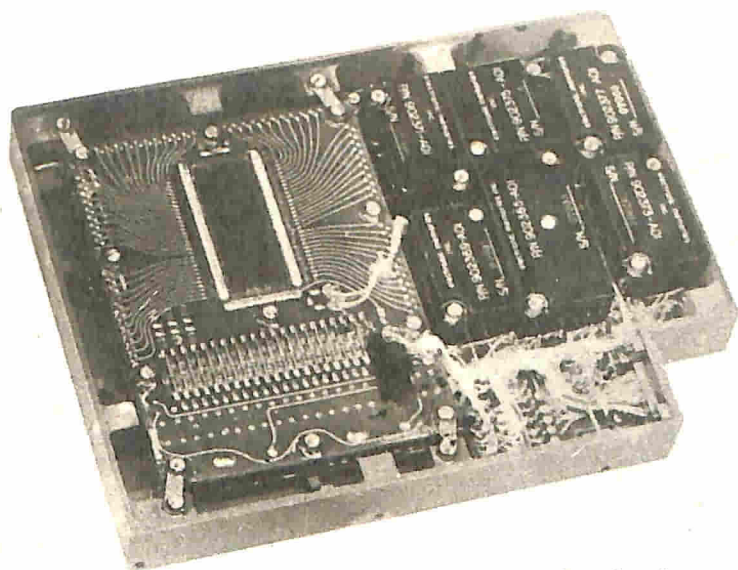

Fig. 3 - La piccola memoria sopra riprodotta contiene tutte le istruzioni necessarie per mettere in orbita verso la Luna e comandare un Lunar Orbiter.
Fig. 3 - Il pick-up deve essere montato su un magnete piccolo ma potente. La sonda si realizza con un pezzo di legno alle cui estremità è avvitato uno spezzone piatto di ferro o acciaio.
fig. 3, fissandola con una goccia di collante. Imbullonate quindi l'oliva ad un magnete (reperibile presso i più importanti negozi di ferramenta), facendo attenzione a non stringere troppo il dado.
Si può realizzare una sonda adatta per arrivare col pick-up anche in luoghi difficilmente accessibili, fissando un pezzetto piatto di acciaio o ferro all'estremità di un pezzo di legno da 60 x 2,5 x 2,5 cm (ved. *fig. 3*). Le dimensioni del metallo non sono importanti; esso però deve essere grande abbastanza da adattarsi al magnete. L'estremità del metallo deve essere tagliata a punta per otte-
- La piccola unità di memoria, illustrata nella *fig. 3*, costruita dalla Electronics Memories, è poco più grande di cinque pacchetti di sigarette e tuttavia contiene tutte le informazioni necessarie per mettere in orbita, intorno alla Luna, il Lunar Orbiter B, per puntare le camere televisive sulla superficie della Luna stessa e farle funzionare. Nel viaggio verso la Luna del Lunar Orbiter B, l'unità di memoria ha il compito di estendere le antenne ed i pannelli solari, di control-